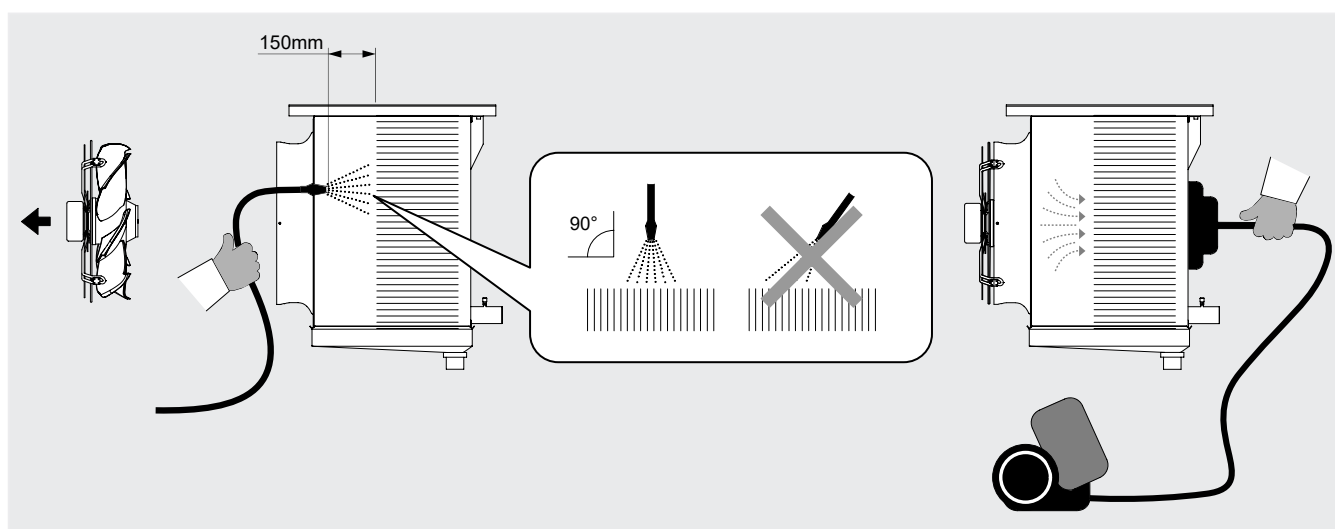

Figure 7
- 12.10 Nettoyage des ailettes, voir la Figure 7: